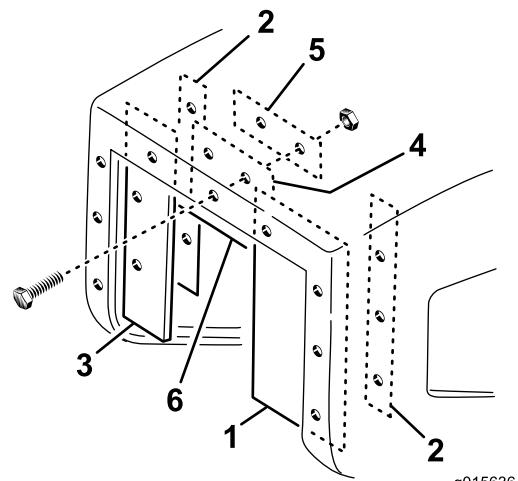

Figura 23
- Fissate il carter largo al bordo interno destro dell'apertura della tramoggia con una piastra lunga, 3 viti (n. 10 x 1 poll.) e dadi flangiati (n. 10) come mostrato in Figura 23.
- Fissate il carter stretto largo al bordo interno sinistro dell'apertura della tramoggia con una piastra lunga, 3 viti (n. 10 x 1 poll.) e dadi flangiati (n. 10) come mostrato in Figura 23.
- Fissate il carter superiore al bordo interno superiore dell'apertura della tramoggia con una piastra corta, 2 viti (n. 10 x 1 poll.) e 2 dadi flangiati (n. 10-24) come mostrato in Figura 23.